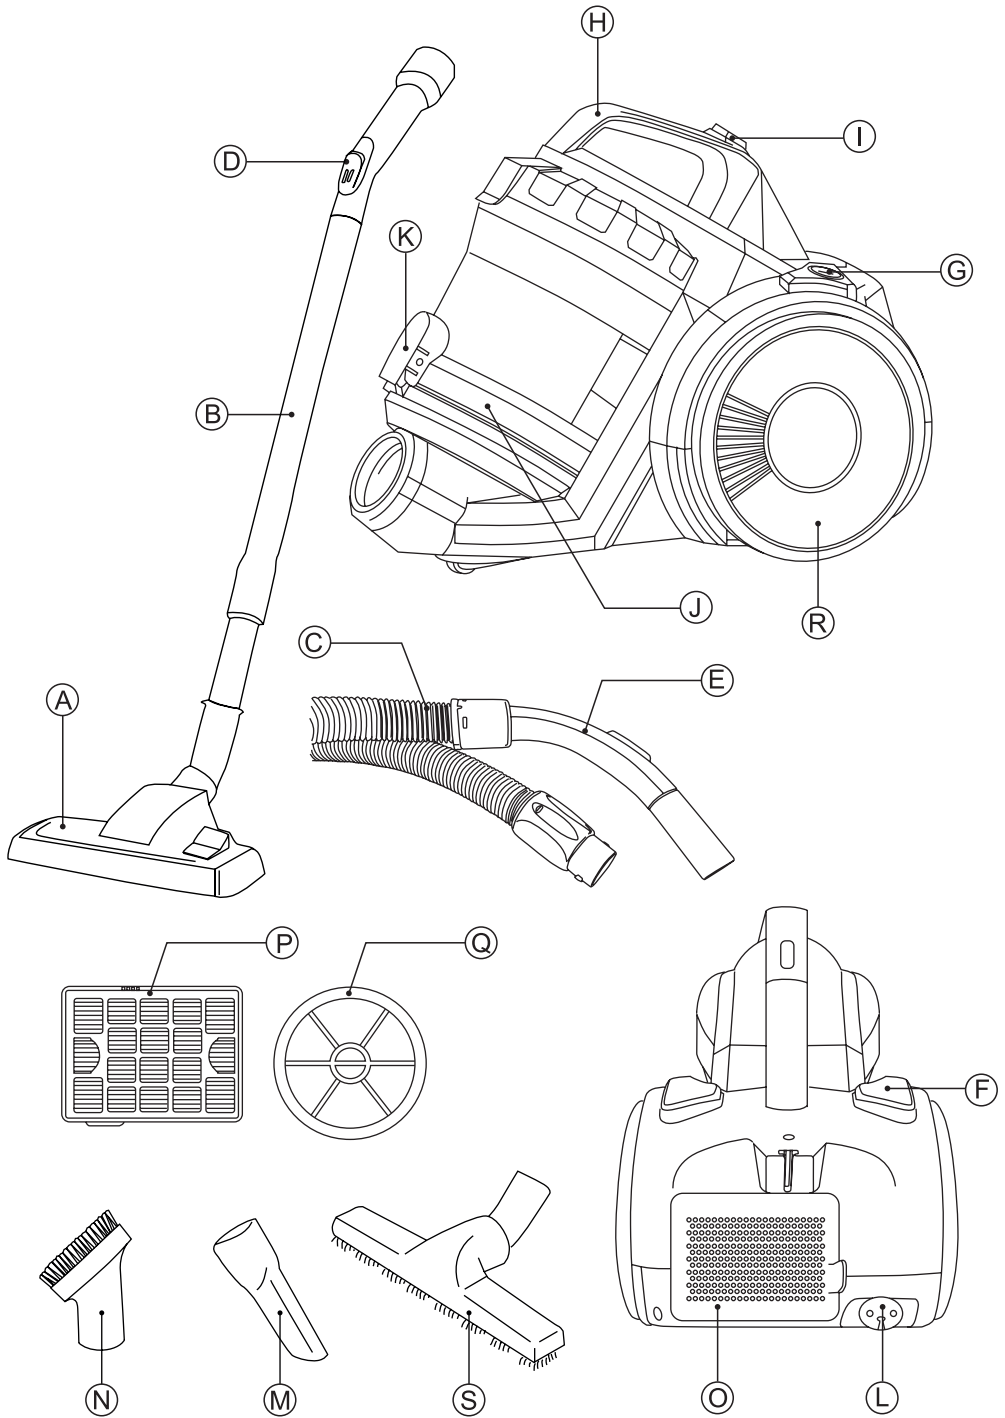

Fig.1
- Para desacoplar el conjunto manguera del aspirador, presione a la vez los dos pulsadores que se encuentran en el acoplamiento de la manguera y estire hacia fuera. (Fig.1).